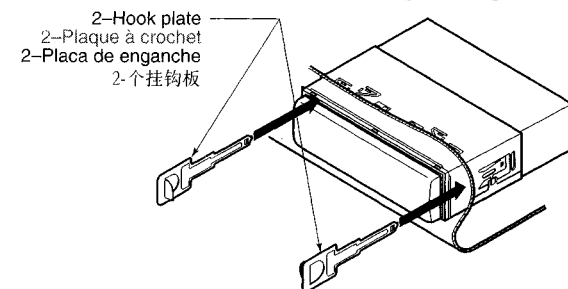

Figure 8 / Figure 8 / Figura 8 / 图 8
3. Insert and lock the hook plates. (Figure 8)
3. Insérer et verrouiller les plaques à crochet. (Figure 8)
3. 插入并锁定挂钩板。(图8)